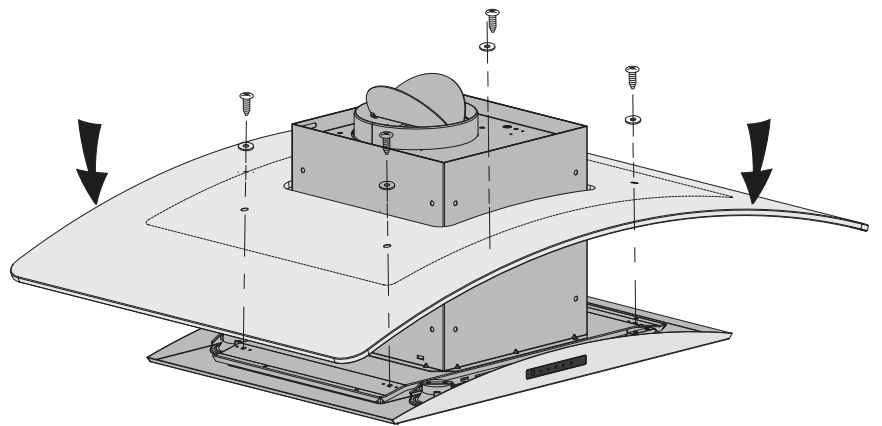

Figure 7
- Utilisez 4 vis M4 × 25 mm avec rondelles pour fixer le verre dans la hotte (voir figure 7).